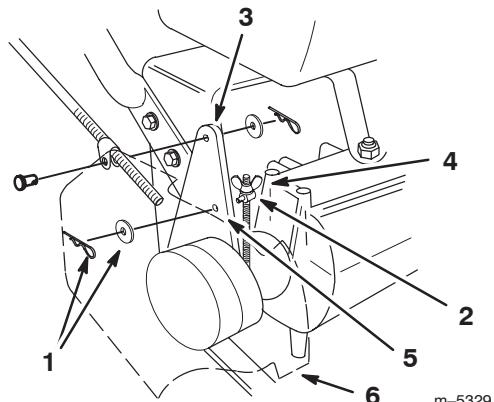

Figure 38
5. Pour régler le frein, enlevez la goupille fendue et la rondelle du levier et du tourillon (Fig. 38).
8. Placez le tourillon dans le trou F (Fig. 38). Serrez l'écrou papillon.
9. Fixez le tourillon au levier de frein à l'aide de la rondelle et de la goupille fendue (Fig. 38).